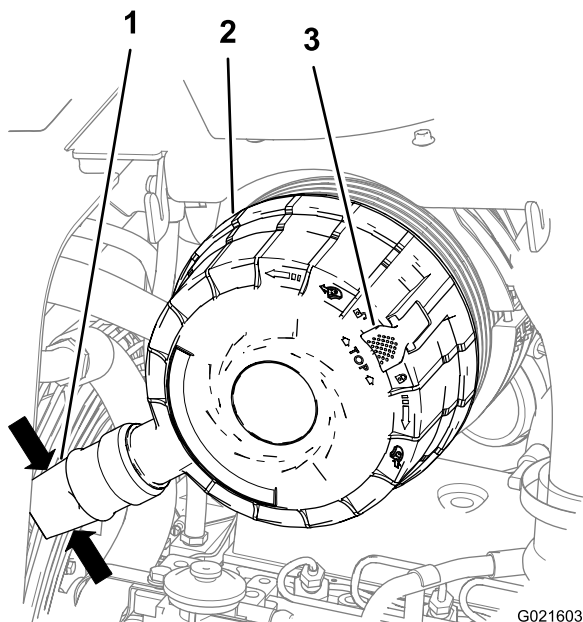

Рисунок 78
3. Сожмите пылезащитный клапан на крышке воздухоочистителя, чтобы удалить любые скопления воды, пыли или грязи из клапана. (Рисунок 78).
5. Потяните защелку крышки воздухоочистителя наружу (Рисунок 78).